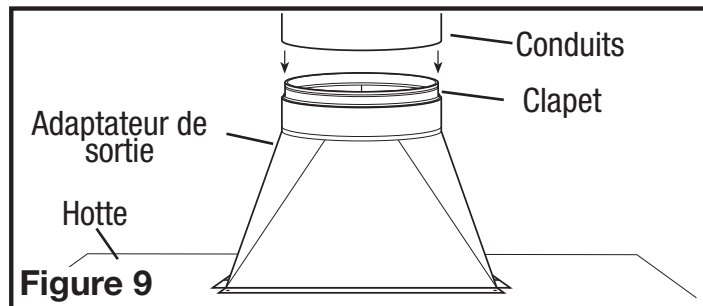

Figure 9
4. Raccordez les conduits à l'adaptateur de sortie et du clapet. Fixez en place en utilisant du ruban de gaine pour sceller tous les joints (Figure 9).